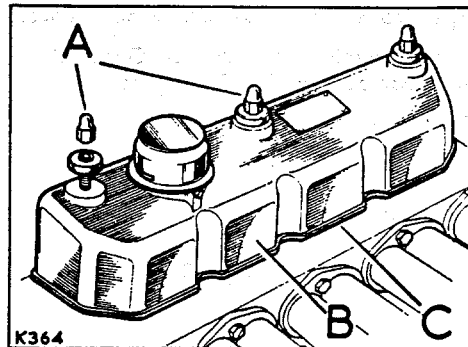

Abb. A1-101. Kipphebeldeckel
1. Kipphebeldeckel montieren. Siehe Abb. A1-101.